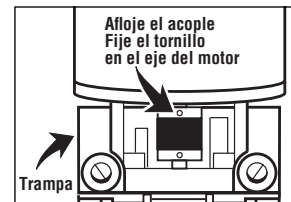
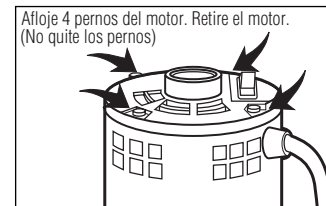
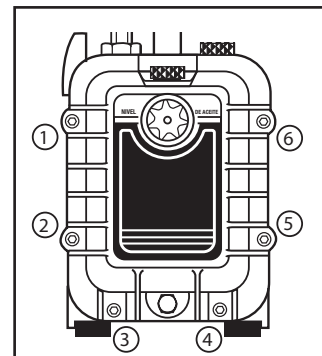
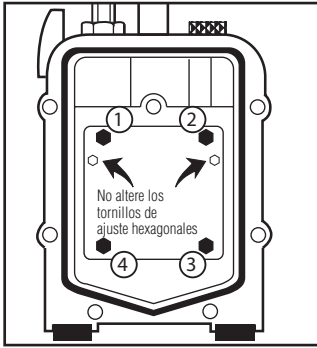

Figura 23
Figura 24
Figura 25
Figura 26
Paso 2: gire el acoplamiento hasta que los tornillos de ajuste queden frente a usted. Con una llave Allen de 5/32" o 1/8" (dependiendo del modelo) afloje el tornillo de ajuste del eje del motor (**figura 23**). Suelte cuatro pernos del motor (**figura 24**). Extraiga el motor. **NO quite los pernos del motor en ningún momento.** Si el cartucho antiguo está congelado, es decir, el acople no gira, quite la cubierta de aceite (**figura 25**) y cuatro pernos del cartucho (**figura 26**). Al girar el cartucho, el acople girará hasta su posición.
Paso 3: afloje los tornillos de ajuste en el acople y quite el acoplamiento (**figura 23**).
Con una llave Allen de 3/16" quite seis tornillos Allen de la cubierta de aceite (**figura 25**).
Quite cuatro tornillos del cartucho con una llave de 7/16" o 3/8" (**figura 26**). Elimine el sello de juntas antiguo y dos juntas tóricas junto con el cartucho y los pernos.
Paso 3: reemplace la junta (**figura 26**) y vuelva a instalar la cubierta de aceite en la trampa (**figura 25**).